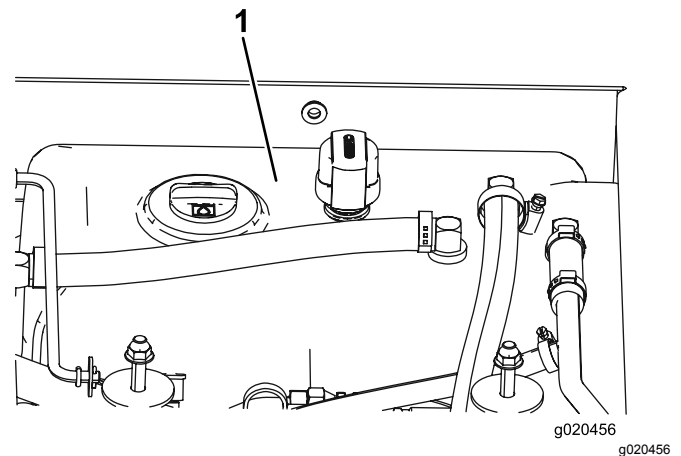

Figure 104
4. Remplissez le réservoir (Figure 104) de liquide hydraulique ; voir Contrôle du niveau de liquide hydraulique (page 77).